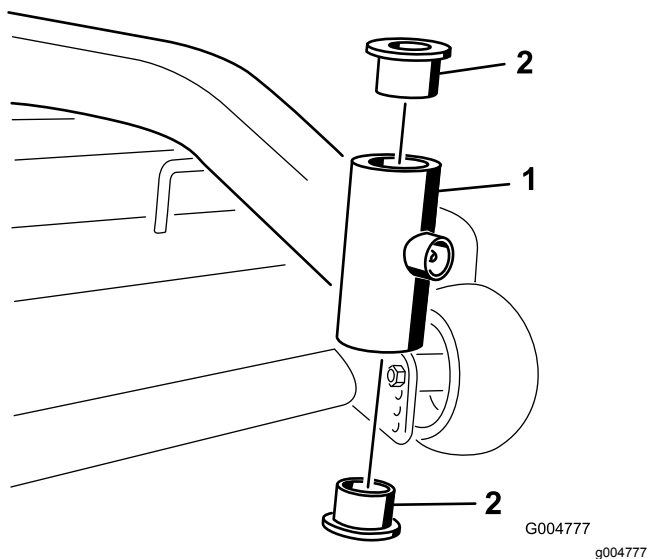

Рисунок 38
4. Вставьте цилиндрический пробойник в монтажную трубу и осторожно выбейте втулки (Рисунок 38).